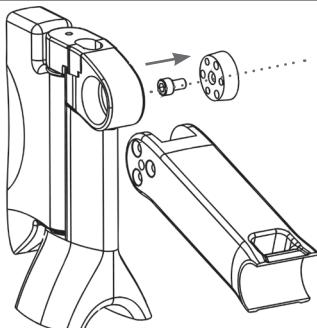

Fig. 5
1. Ontvet de kegels (1&6), de kop van de vork (3) en de armen van de mast met een droge doek.
2. Smeer de schroef M6x10mm (4).
3. Schroef en span de schroef M6x10mm in de linker kegel manueel aan. De kop van de schroef moet steunen op de kleine diameter van de kegel (Fig. 5).